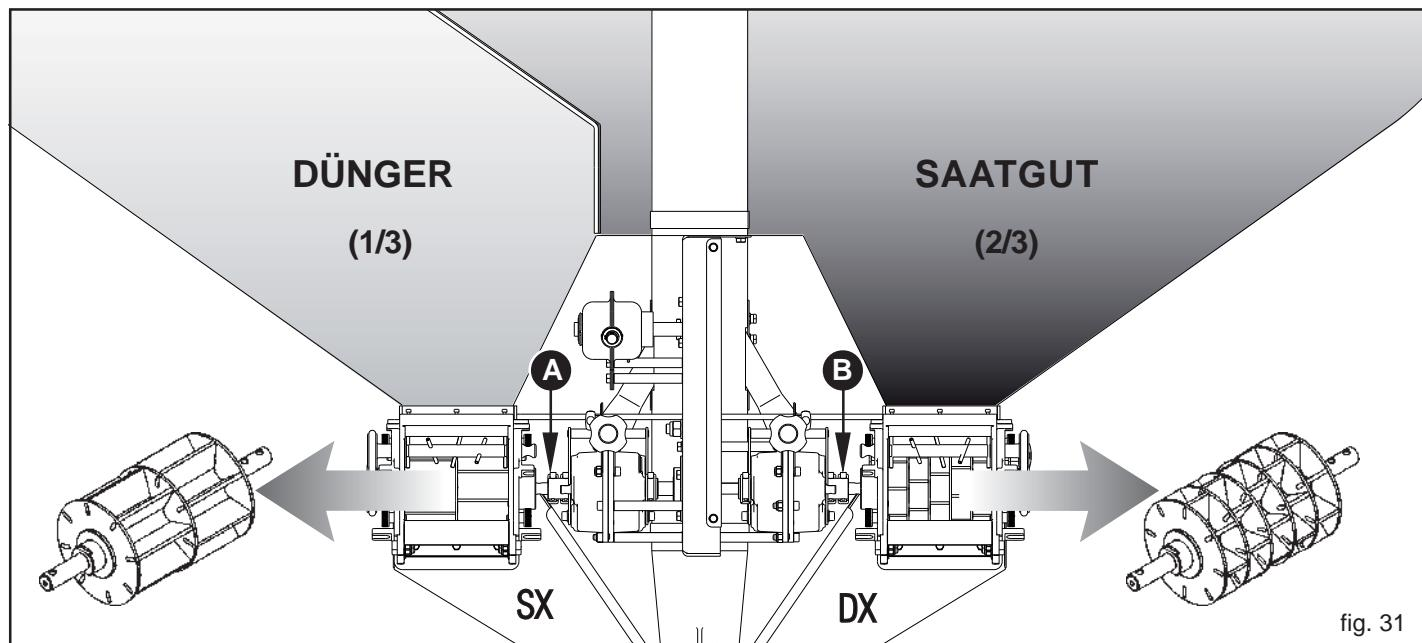

fig. 31
- 1) SAATGUT-DÜNGER (Abb. 31);
3.4.4.1 SAATGUT/DÜNGER (Abb. 31)